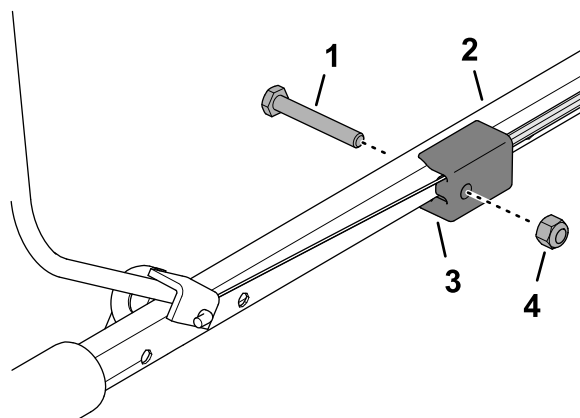

Рисунок 13
4. Вставьте конец штанги контроля присутствия оператора в рукоятку, слегка нажмите на другое плечо штанги и установите штангу на рукоятку (Рисунок 13).